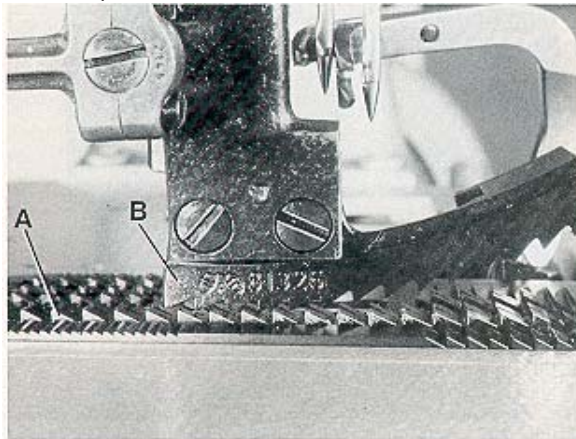
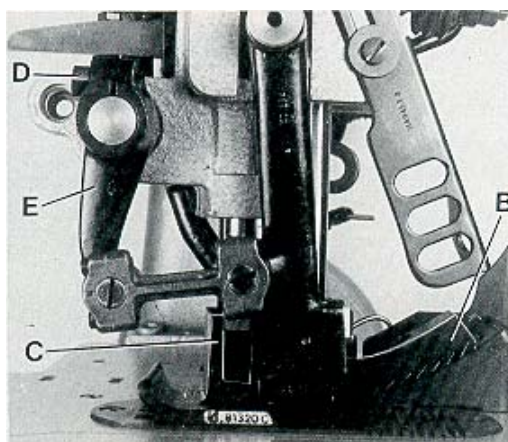

Fig.19
Fig.21
At highest point of feed travel the rear teeth of the feed dog (A, Fig. 19) should just project their full depth above the top surface of throat plate.
En el punto mas alto de movimiento los dientes del alimentador (A, Fig. 19) deberían sobrepasar la plancha de la aguja por la altura completa de la superficie de la plancha de aguja.
Assemble the upper feed dog (B, Fig. 21) and the presser foot (C). The upper feed dog (B) should not push against the front or rear end when moving in the slots of presser foot (C).
Simultaneously the upper feed dog (B, Fig. 19) should be positioned so that the tips of its teeth engage with the tooth spaces of the lower feed dog (A), without contacting it. When the lower feed dog (A) is in its highest and the upper feed dog (B) in its lowest point of travel, there must be a small gap between both feed dogs.
For setting the upper feed dog with respect to the slot ends in the presser foot and the tooth spaces of the lower feed dog, loosen screw (D, Fig. 21) and turn drive lever (E) accordingly to the front or rear. Retighten screw.
Coloque el diente alimentador superior (B, Fig. 21) y el pie prensatelas (C). El diente alimentador superior (B) no debe chocar contra los extremos delantero y trasero durante su movimiento en las ranuras del pie prensatelas (C).
Simultáneamente el alimentador superior (B, Fig. 19) debe ser ajustado de tal manera que la punta de sus dientes coincidan con los espacios entre los dientes del alimentador inferior (A) sin tocarlo. Cuando el alimentador inferior (A) está en su posición mas alta y el alimentador superior (B) en su posición mas baja, todavía debería haber una distancia mínima entre los dos transportadores. Los recorridos de ambos (superior e inferior) tienen que ser sincronizados. Para ajustar el alimentador superior con respecto a los extremos de las ranuras en el pie prensatelas y los espacios entre los dientes del alimentador inferior, hay que soltar el tornillo (D, Fig. 21) y girar la palanca de accionamiento (E) hacia adelante o atrás respectivamente. Apriete de nuevo el tornillo.
The motion should be set so that the rear four teeth of the upper feed dog (B, Fig. 21) remain approx. 1/3 of their height in the presser foot slots when lifting.
En su movimiento de regreso, el alimentador superior debería moverse tan alto que ningún material sea arrastrado hacia la dirección de costura. El movimiento debe ser ajustado de manera tal que los últimos 4 dientes traseros del alimentador superior (B, Fig. 21) mantengan aproximadamente 1/3 de su altura de las ranuras del pie prensatelas cuando se levanta.